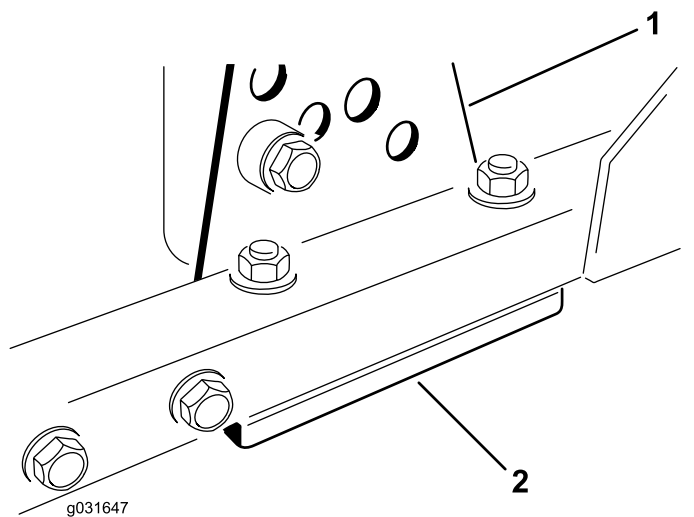

图 70
- 从刀盘架上拆除剪草高度支架前、左或右图 70。
2. 在刀盘架与剪草高度支架之间增、减 1.5mm 薄垫片和/或 0.7mm 薄垫片以达到所需的剪草高度设置图 70。
3. 安装剪草高度支架到刀盘架剩余薄垫片集中放到剪草高度支架的下方图 70。